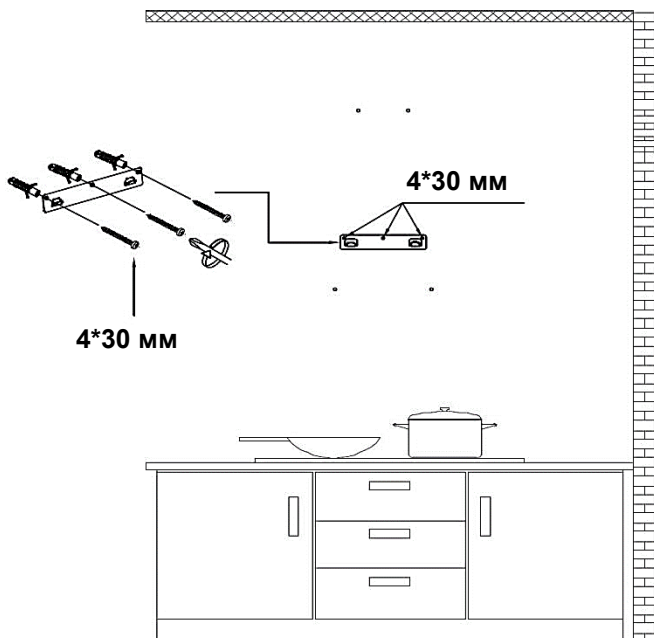

Рисунок 7
6. Закрепите тремя винтами 4*30 мм* кронштейн для подвеса корпуса вытяжки на стене. (см. рисунок 7)